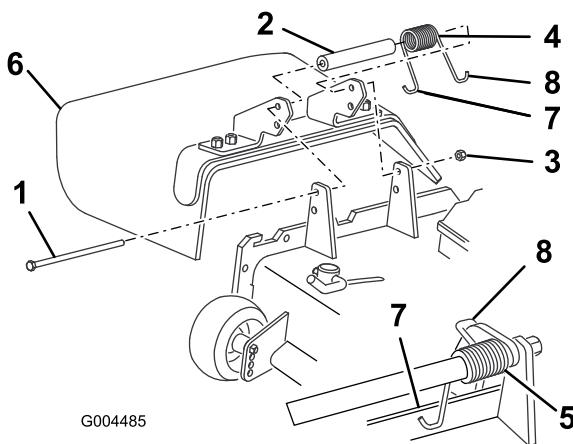

Figure 71
2. Retirez le contre-écrou, le boulon, le ressort et l'entretoise qui fixent le déflecteur aux supports de pivot (Figure 71). Enlevez le déflecteur s'il est endommagé ou usé.
3. Placez une entretoise et un ressort entre les supports du déflecteur d'herbe de rechange (Figure 71). Accrochez l'extrémité en J gauche du ressort derrière le bord du plateau.
- Remarque:** Accrochez l'extrémité en J gauche du ressort derrière le bord du plateau avant de mettre le boulon en place, comme indiqué à la Figure 71.
4. Remettez le boulon et l'écrou en place. Accrochez l'extrémité en J droite du ressort au déflecteur d'herbe (Figure 71).